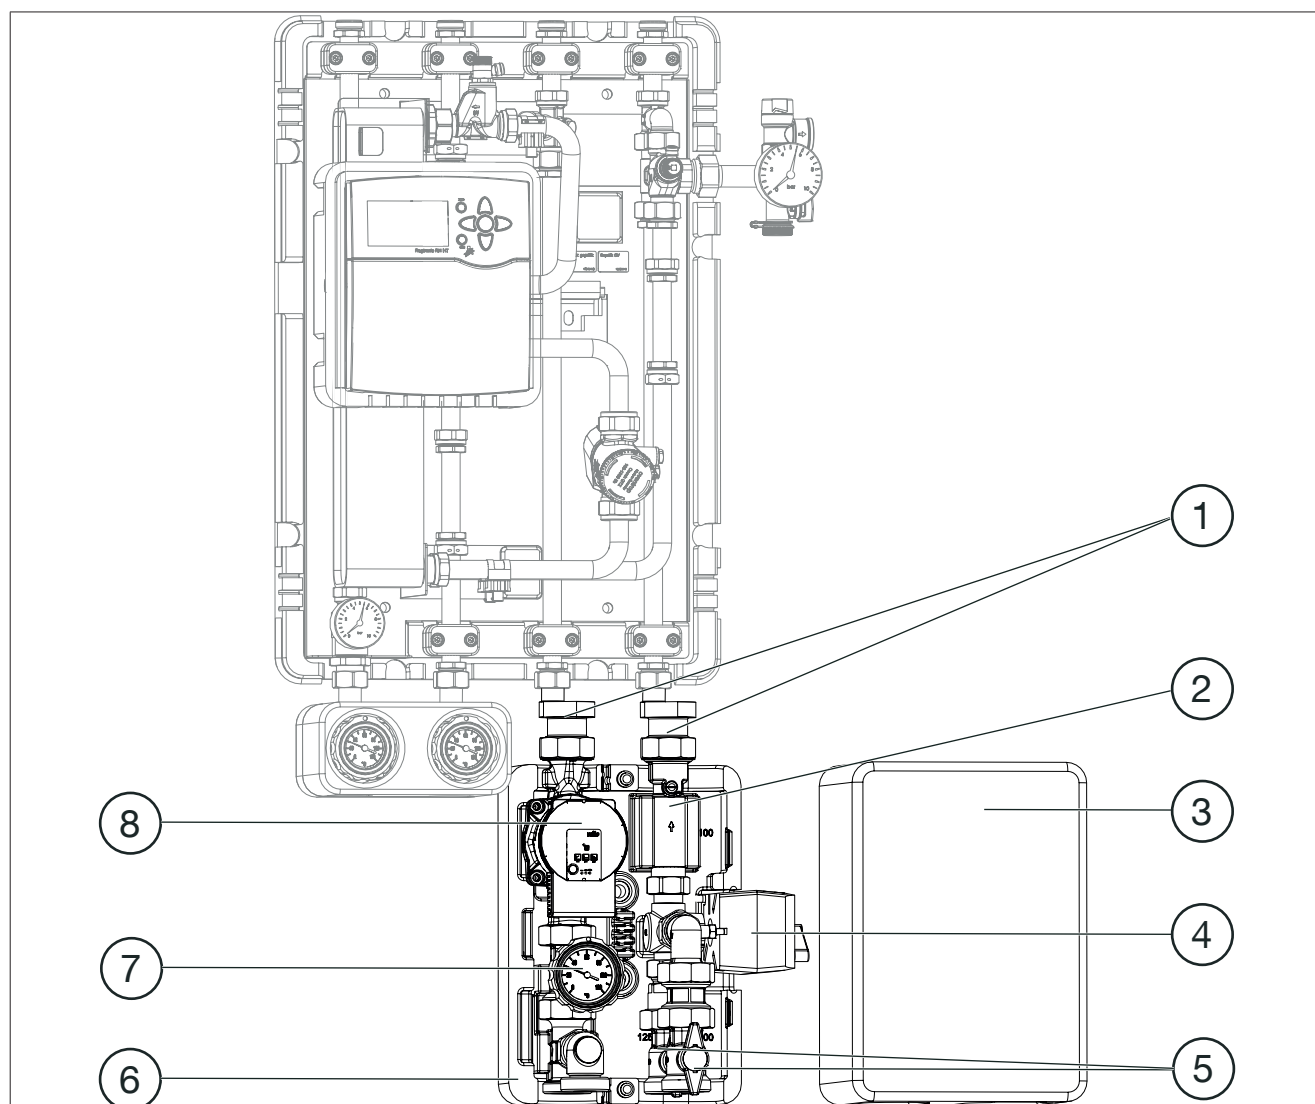

Fig. 11: Modul termic cu set de racordare cu robineti sferici și modul de comutare HT
(1)	Carcasă termoizolantă frontală
(2)	Țevi de racordare
(3)	Carcasă termoizolantă posterioară
(4)	Vană de amestec cu 3 căi
(5)	Pompă
(6)	Robineți sferici cu termometru în mâner
(7)	Modul de comutare HT (structura modulului de comutare HT se găsește în fig. 11 de la pag. 14)
Modulul termic „Regudis H-H“ / „Regudis H-M“ este dotat cu un grup de pompare „Regumat S“ (vezi fig. 11 de la pag. 14).
Modulul termic „Regudis H-HT“ / „Regudis H-MT“ este dotat cu un ventil de comutare cu actuator în 2 puncte (vezi fig. 11 de la pag. 14).